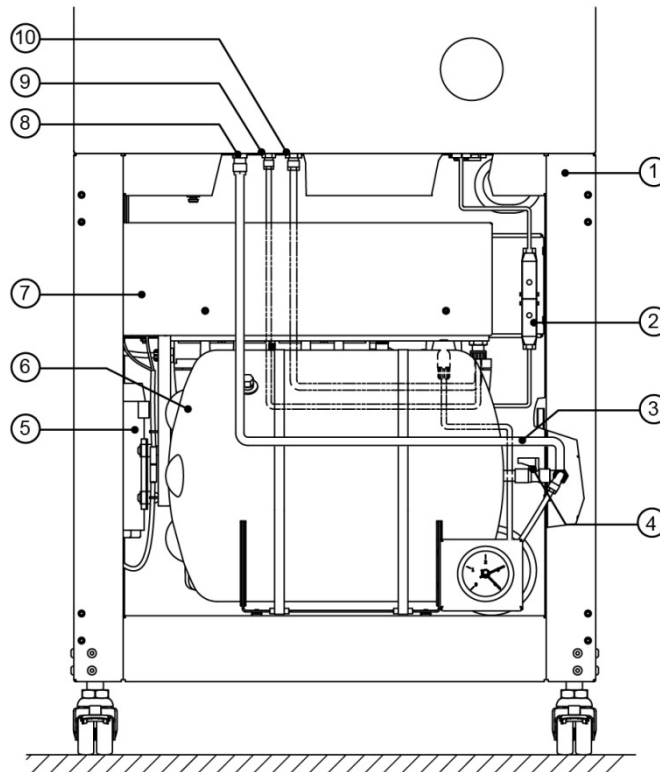

Abb. 2: Installation der Umkehr-Osmose-Anlage MELAdem 56 im Unterschrank des Cliniclave 45
4. Schließen Sie die Speisewasserleitung, den Ablaufschlauch (0,7 m) und die Kaltwasserleitung an den entsprechenden Anschlüssen der Bodenwanne des Autoklaven an (Abb. 2, Pos. 8, 9 und 10).
13. Platzieren Sie den Drucktank im Unterschrank (siehe Abb. 2).